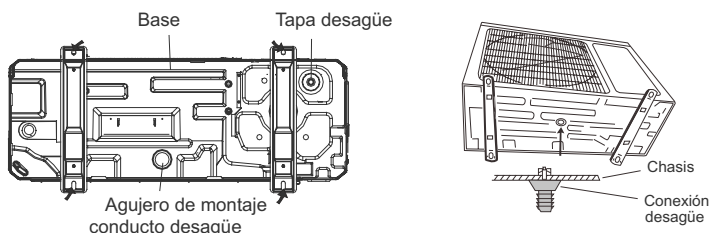

Fig.10
4.2.2 Desagüe de condensados de la ud. exterior (Sólo para la unidad de bombeo de calor) (Fig.10)